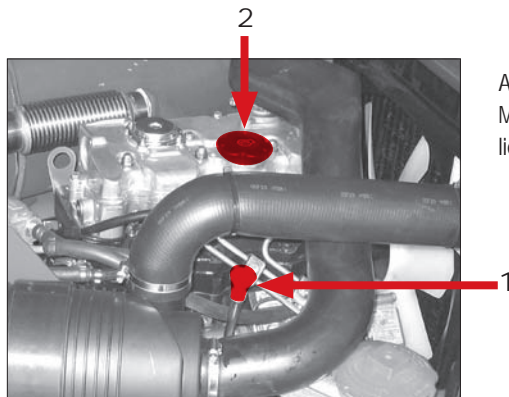

Abb. 55
6. Ziehen Sie den Ölmesstab (linke Motorseite: Pos. 1 Abb. 55) heraus.
1. Öffnen Sie den Öleinfüllstutzen Pos. 2 (Abb. 55).
5. Verschließen Sie den Öleinfüllstutzen Pos. 2 (Abb. 55).